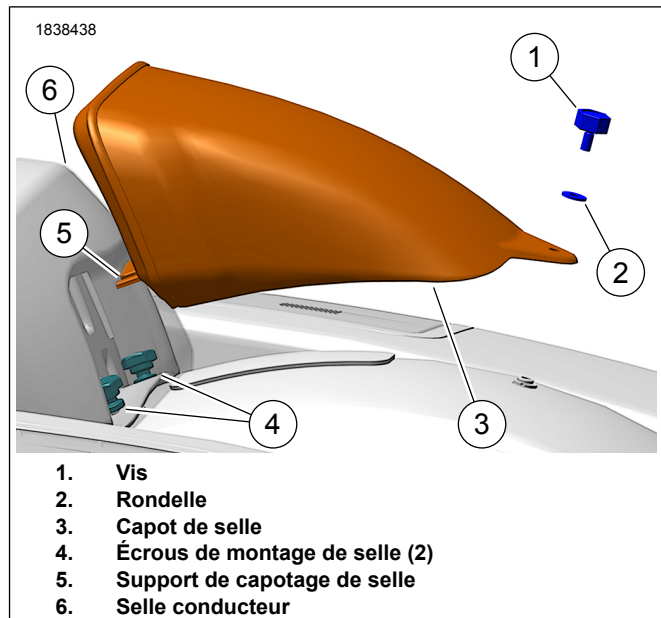

Figure 2. Capot de selle
- Voir la figure 2. Les fentes du support de capotage de selle (5) s'adaptent aux écrous de montage de la selle (4) à cet emplacement.
1. Soulever le couvercle arrière de la selle du pilote (6) pour exposer les écrous de montage de la selle (4).
2. Faire glisser le capotage de selle (3) vers l'avant pour l'engager dans les écrous de montage de la selle.
3. Placer la rondelle (2) et la vis (1). Serrer.